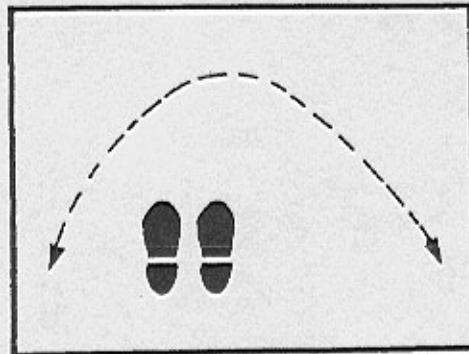

Рис. 5.
**Помните**, чем длиннее штанга, тем больше вам приходится сгибать локоть и тем быстрее ваша рука устанет. Металлоискатель 1266-X позволяет работать продолжительное время без усталости, сканируя грунт по полуокружности перед оператором (рис.5).
3. Ведите поиск медленно и систематически, сканируя катушку по дуге, как показано на рис.5.